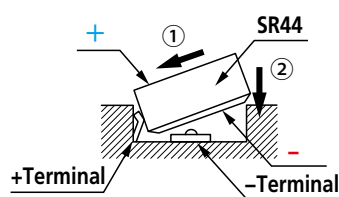

Fig. 2
3. Para un tipo digimatic, utilice una batería SR44 (Código No. 938882). (Fig. 2)